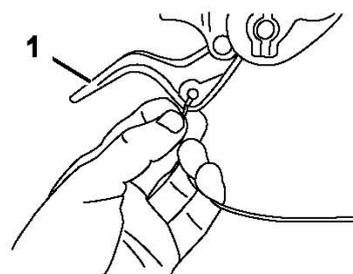

Рисунок 6.
2. Протяните любой из двух тросов вокруг нижней рукоятки и вставьте конец троса в отверстие соответствующего рычага блокировки колеса (рис. 6).